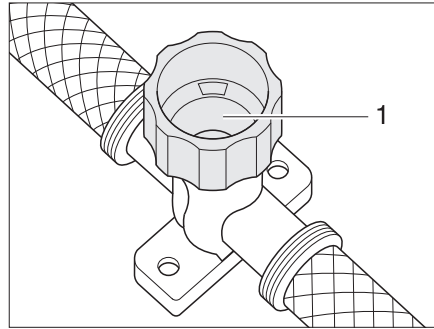

Fig. 124 Robinet de vidange pour Therme
- Fermer le robinet de vidange. Tourner pour cela le capuchon (Fig. 124,1) dans le sens des aiguilles d'une montre.
- Ouvrir le robinet de vidange du Therme. Tourner pour cela le capuchon (Fig. 124,1) dans le sens inverse des aiguilles d'une montre.